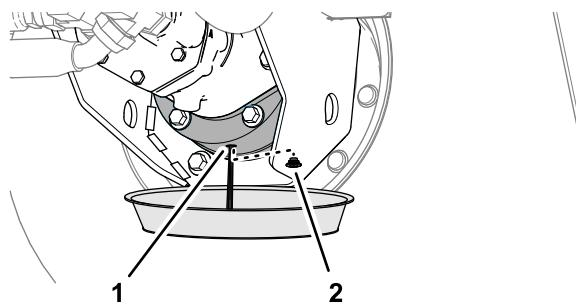

Figura 87
- Coloque un recipiente debajo del alojamiento del freno, retire el tapón de vaciado y deje que se drene por completo el lubricante (Figura 87).